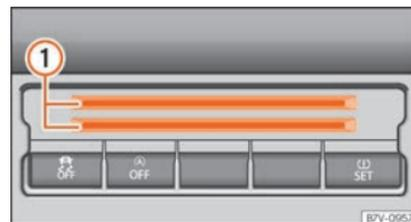

Fig. 184 Parte inferior da consola central: compartimento para cartões.
Na parte inferior da consola central existe um compartimento » **Fig. 184** ① para colocar moedas, cartões, talões de parques ou similares.